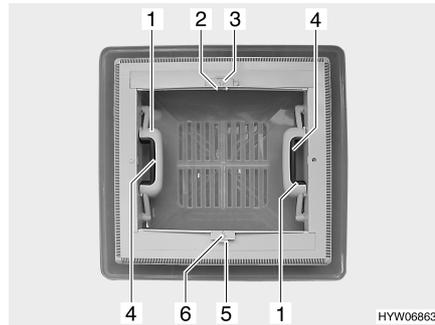

Bild 19 Dachhaube mit Schnappverschluss
- Schnappverschluss (Bild 19,4) zur Innenseite der Dachhaube drücken. Gleichzeitig mit dem Griff (Bild 19,1) die Dachhaube nach oben drücken.
- An beiden Griffen (Bild 19,1) die Dachhaube kräftig nach unten ziehen, bis beide Schnappverschlüsse eingerastet sind.
- Arretierung (Bild 19,5) zur Dachhaubenaußenseite drücken.
- Verdunklungsrollo am Griff (Bild 19,6) bis zum gegenüberliegenden Griff des Insektenschutzrollos (Bild 19,2) ziehen und einrasten lassen.
- Griff (Bild 19,2) zusammendrücken. Die Arretierung wird gelöst.
- Verdunklungsrollo am Griff (Bild 19,6) langsam zurückführen.
- Arretierung (Bild 19,3) zur Dachhaubenaußenseite drücken.
- Insektenschutzrollo am Griff (Bild 19,2) bis zum gegenüberliegenden Griff des Verdunklungsrollos (Bild 19,6) ziehen und einrasten lassen.
- Insektenschutzrollo am Griff (Bild 19,2) langsam zurückführen.